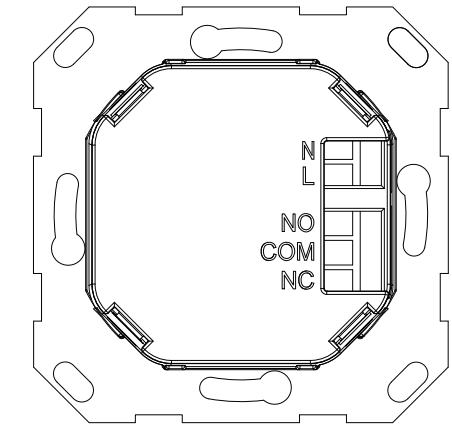

Abb. 2: Rückseite UP-Einsatz
- Versorgungsspannung 230 V AC an die Klemmen L u. N auf der Rückseite des UP-Einsatzes anlegen (siehe Abb. 2).
- Anschluss von Aktoren erfolgt über die Klemmen NO / COM / NC auf der Rückseite des UP-Einsatzes (siehe Abb. 2 und Kapitel „Potentialfreier Kontakt“).
Der Raumluft-Sensor CO₂ verfügt über einen potentialfreien Kontakt an den ein Aktor angeschlossen werden muss. Die Anschlussklemmen des potentialfreien Kontakts befinden sich auf der Rückseite des UP-Einsatzes (siehe Abb. 2).